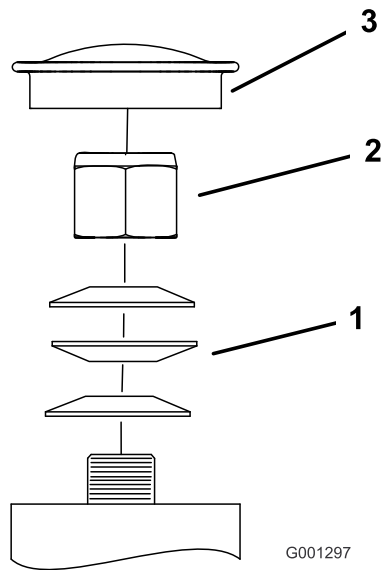

Figura 59
3. Retire o tampão antipoeira da roda e aperte a porca de bloqueio (Figura 59).
4. Aperte a porca de bloqueio até que as anilhas de mola estejam planas e, em seguida, recue 1/4 de volta para aplicar devidamente a pré-carga nos rolamentos (Figura 59).
Importante: Certifique-se de que as anilhas de mola estão corretamente montadas como apresentado na Figura 59.
5. Instale o tampão antipoeiras (Figura 59).